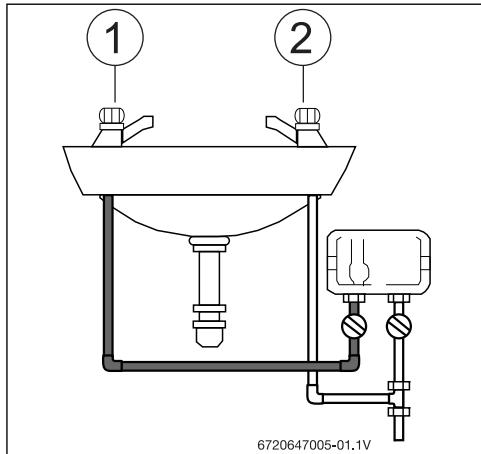
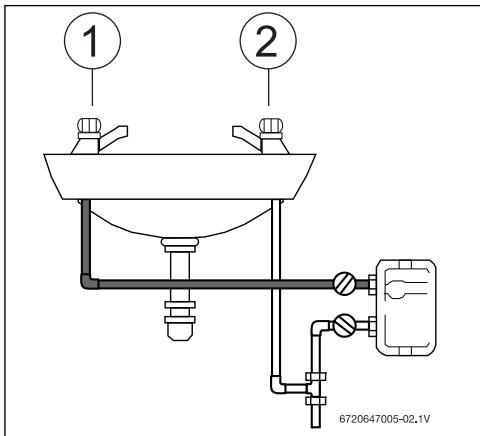
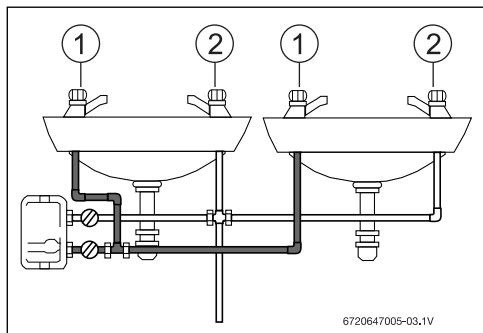

Fig. 6 Exemples d'installations (vue frontale)
Fig. 7 Exemples d'installations (vue frontale)
Fig. 8 Exemples d'installations (vue frontale)
- Le dispositif de chauffage doit être fixé au mur et positionné avec les raccords d'eau situés en bas ou sur le côté droit de l'unité voir Fig. 6. En aucun cas, le chauffe-eau doit être monté différemment.
- Le montage doit être identique à celui indiqué Fig. 6, Fig. 7 et Fig. 8 avec les raccords d'alimentation en eau en bas ou à droite de l'unité. La conduite d'eau chaude doit être le plus court possible en vue d'économiser l'énergie.